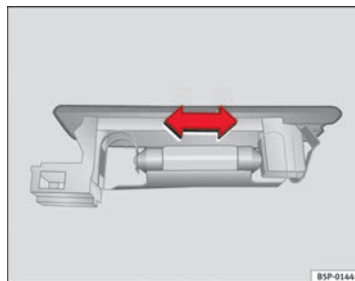

Abb. 200 Gepäckraumbeleuchtung
- Drücken Sie die Lampe zur Seite und nehmen Sie sie aus ihrer Halterung heraus ⇒ Abb. 200.